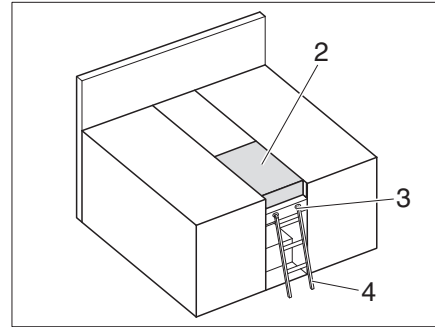

Bild 173 Dubbelsäng
- Lägg på extradynor (Bild 173,2).
Stega För att komma upp i den övre sängen ska man använda den seriemässigt medföljande stegen (Bild 173,4).
Haka fast: ■ Haka fast stegen (Bild 173,4) med krokarna i hållaren (Bild 173,3) på ramen.